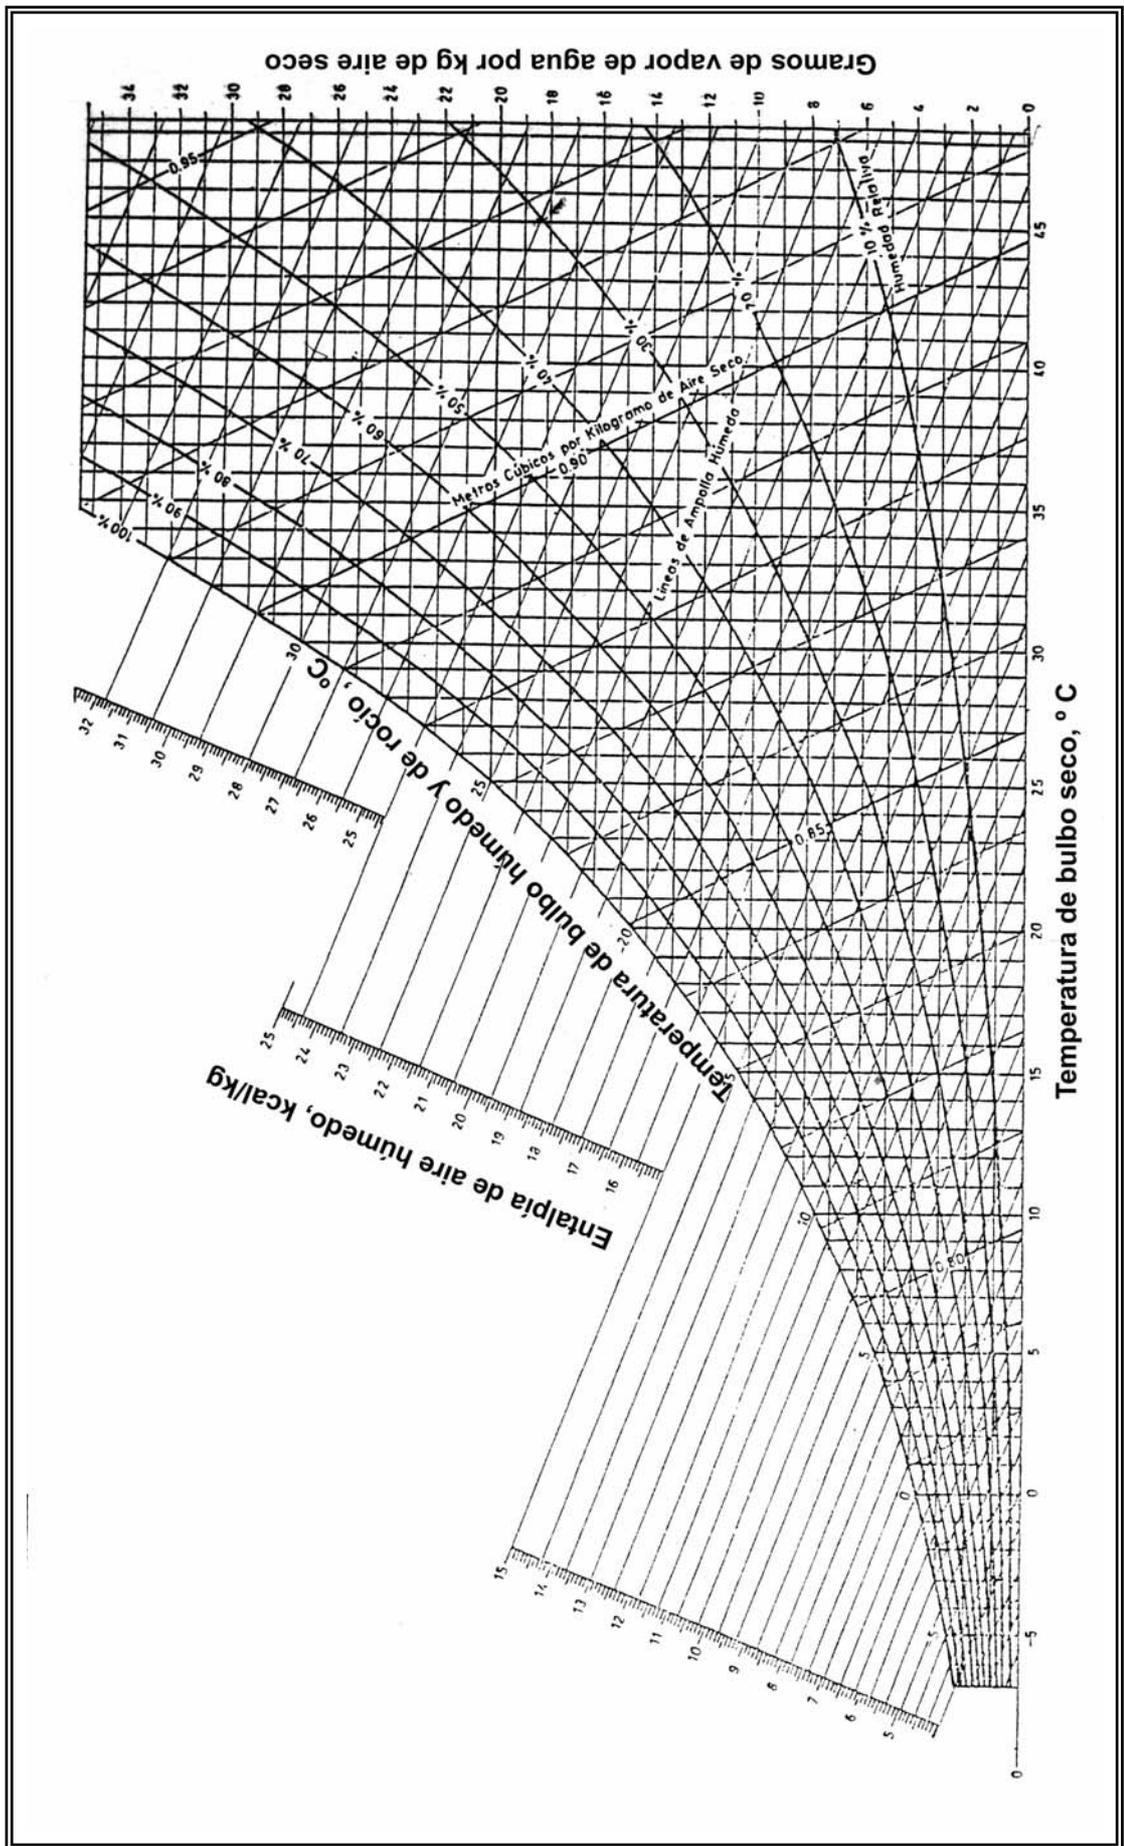

Figura 10
**Diagrama psicrométrico:** este diagrama es muy útil para realizar cálculos rápidos y sencillos sobre transformaciones de un sistema vapor de agua – aire. Se construye a presión constante (normalmente a 760 mm de Hg) y relaciona la humedad absoluta en función de la temperatura del aire y su humedad relativa ambiente, como se puede observar en la **Figura 10**.